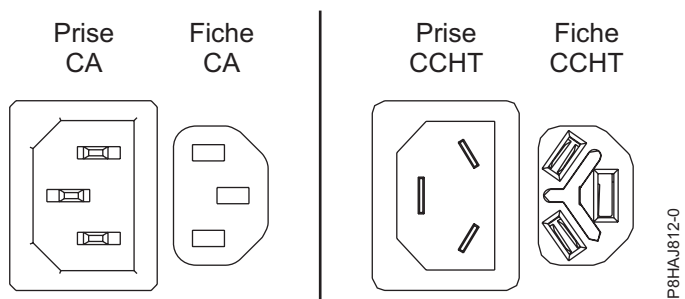
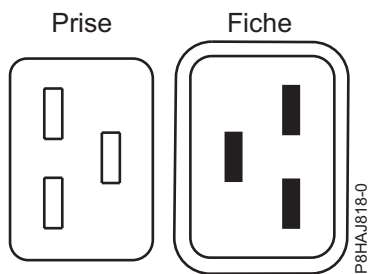
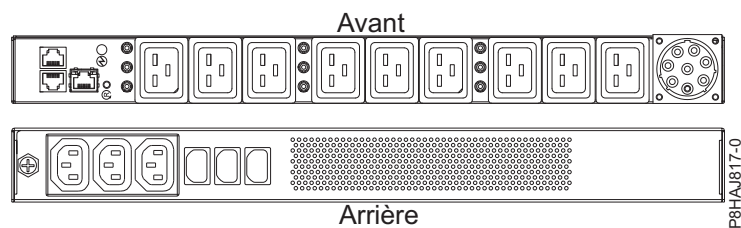

Figure 49. Connecteurs CA et CCHT
Figure 50. Connecteurs pour le système 8408-44E
Figure 51. Unité d'alimentation pour le système 8408-44E
La figure 49, à la page 67 représente les connecteurs pour courant alternatif (CA) et courant continu haute tension (CCHT) pris en charge. Les figure 50, à la page 67 et figure 51, à la page 67 illustrent les